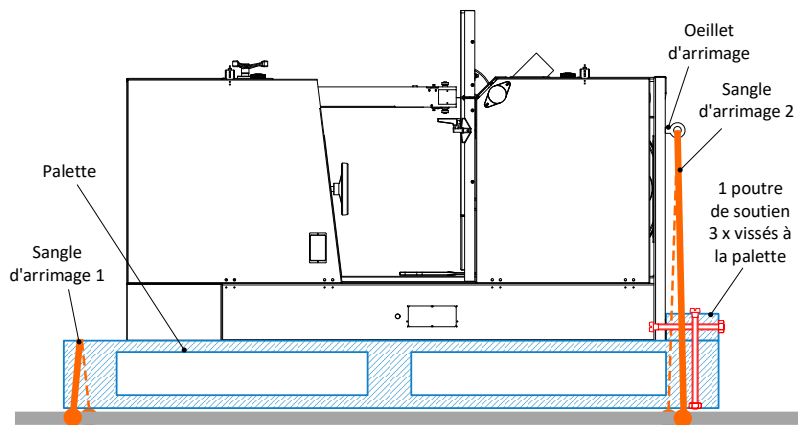

Figure 11 : arrimage BSB 700 / 800 / 900
- Il y a un œillet d'arrimage pour la sangle d'arrimage 1 sous le socle de la machine (⇒ Figure 11). La palette est directement arrimée avec la sangle 2.